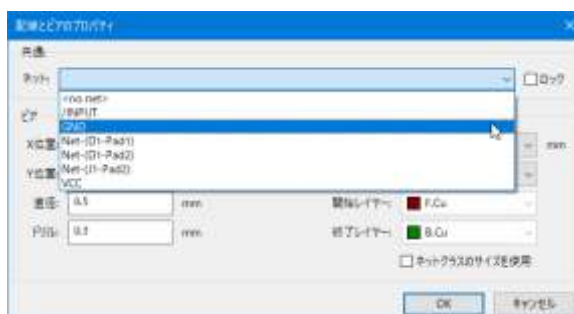

図 A-9
- ① 右ツールバー 「ビアを追加」選択
- ② ビア：0.50mm を選択
- ③ 基板上の任意のところにビアを追加
- ④ ESC でツール選択解除
- ⑤ マウスポインタを追加したビアに合わせてショートカット E
- ⑥ ネットを GND とする。図 A-9